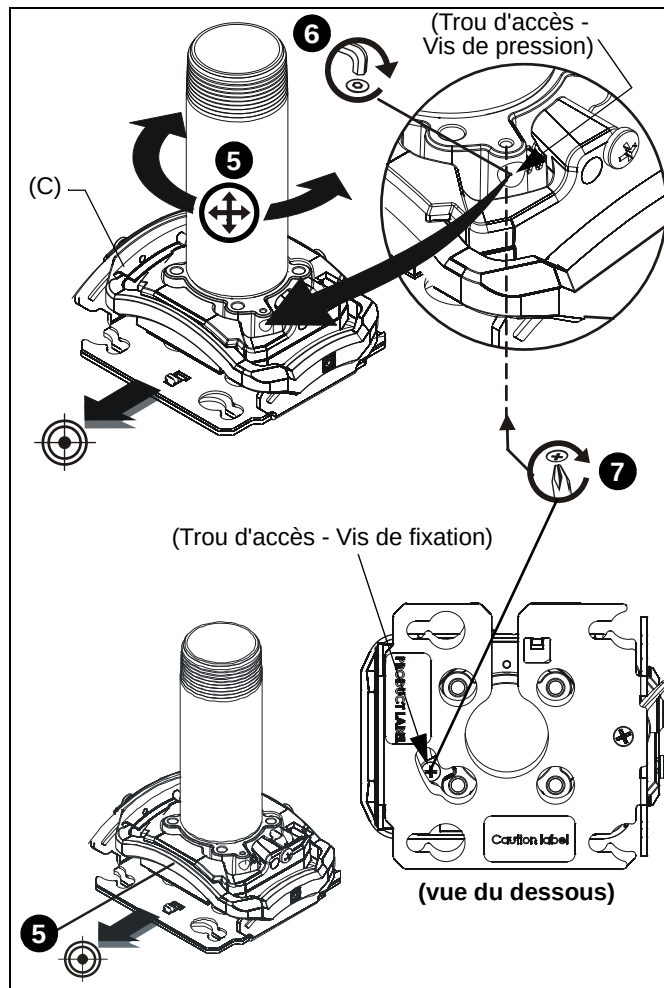

Figure 2
7. Tournez la vis de fixation (préinstallée dans le support de projecteur et accessible par le fond du support) à l'aide d'un tournevis cruciforme jusqu'à ce que la vis de pression ne soit plus visible par le trou d'accès dans le support de projecteur. (Voir Figure 2)